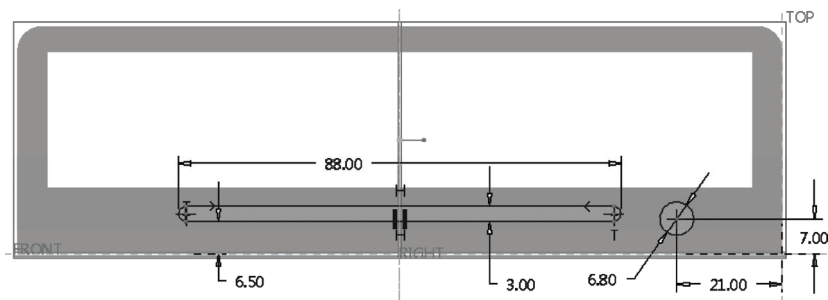

图 12-35 绘制截面
- 5) 绘制图 12-35 所示的截面，单击 （确定）按钮。